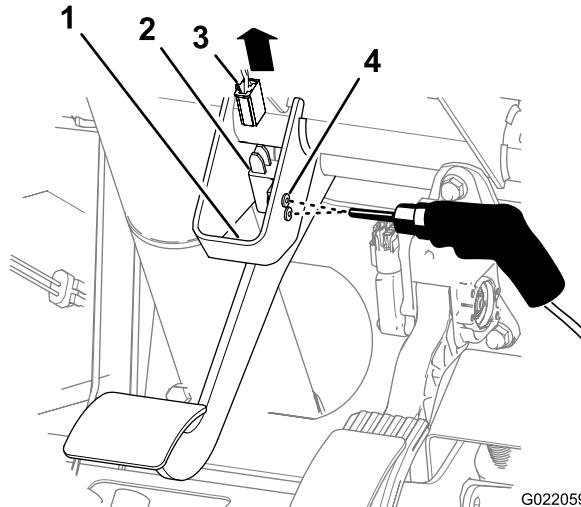

Figura 5
1. Retire el conector hembra del arnés de la máquina del interruptor de freno de 2 pines (Figura 5).
- Usando una broca de 3/16 pulgada, perfore los 2 remaches ciegos que sujetan el soporte del interruptor de freno de 2 pines al soporte del pedal de freno (Figura 5).
- Retire el interruptor de freno de 2 pines y las arandelas del soporte (Figura 5).